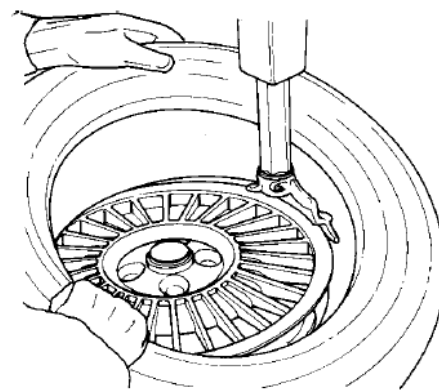

Figura 18
- Com o aro travado nas garras da mesa, posicione a válvula na posição oposta à unha de desmontagem/montagem e então instale o pneu a ser montado (Figura 18). Ajuste o braço móvel na posição ideal de trabalho;